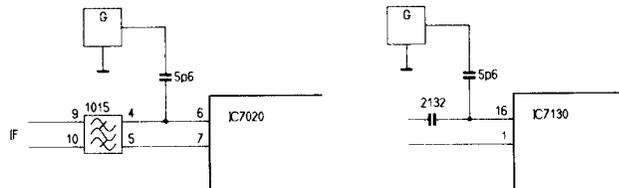

Fig. 7
Einen Signalgeber (z.B. PM 5326) anschließen, wie es in Bild 7 enthalten ist, und dessen Frequenz auf 38,9 MHz einstellen. Ein Voltmeter an Anschluss 15 von IC7020 schalten und mit 5034 auf 6 Volt (Gleichsp.) regeln. Dies ist nicht wirksam in System SECAM L'.
- a. Einen Signalgeber (z.B. PM5326) anschließen wie es Bild 7 zeigt, und dessen Frequenz auf 38,9 MHz einstellen. Das Signal mit beispielsweise 1 kHz in Amplitude modulieren. Widerstand 3001 auf einer Seite lötlöten (Speisespannung für den Tuner). Oszilloskop an Anschluss 22 von IC7020 schalten und 5035 auf ein Höchstsignal (unverzerrt) regeln. Dafür sorgen, dass der Demodulator nicht übersteuert wird. Widerstand 3001 wieder anlöten.